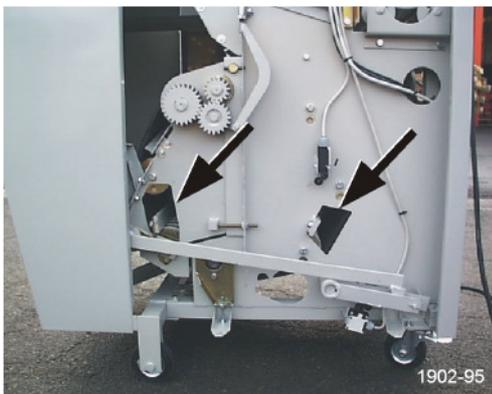
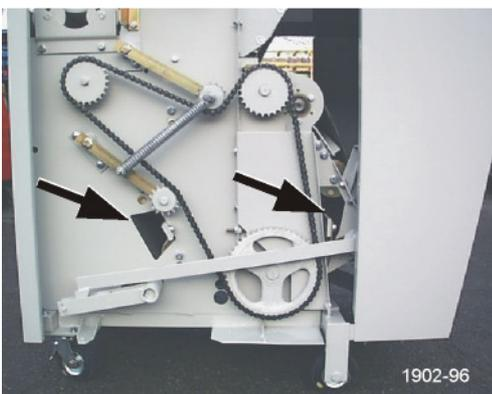

Bild 21
Bild 22
- Die angesammelten Materialreste, welche durch die Schneckenräumwalzen des langen und des kurzen Transportbandes nach außen gelangen, entfernen (siehe Pfeile in Bild 21 und Bild 22).
- Die Schmierung der Rollenkette links am Gerät (Bild 22) sollte im Zuge der wöchentlich durchzuführenden Reinigung vorgenommen werden (Schmierstoff: siehe Technische Daten, S. 10)